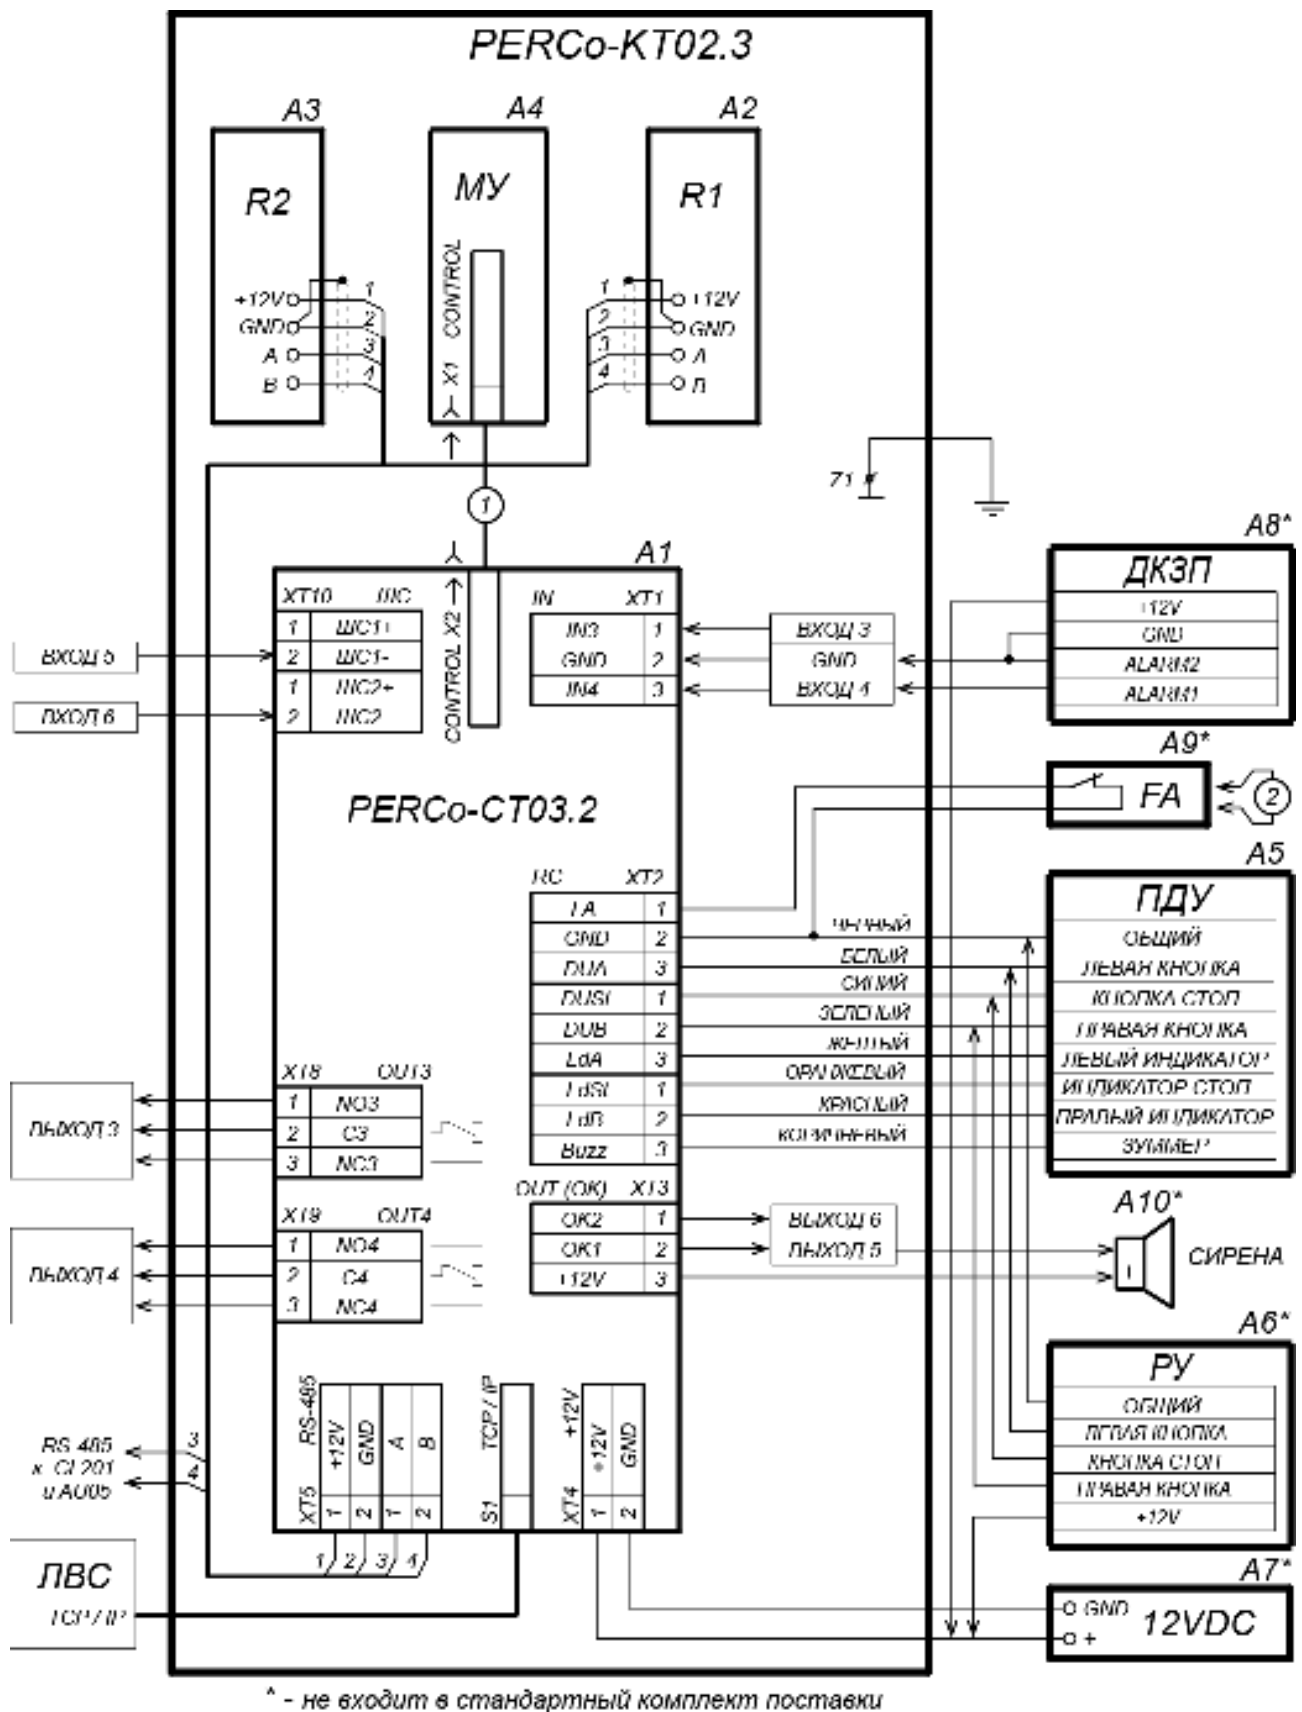

Рисунок 12. Схема подключения ЭП и дополнительного оборудования
Расположение клеммных колодок на нижней плате контроллера ЭП показано на рис. 5, назначение контактов клеммных колодок указано в табл. 1. Схема подключения приведена на рис. 12. Используемые при подключении типы кабелей указаны в табл. 4. При монтаже ЭП придерживайтесь следующей последовательности действий:
10. Подключите кабель питания (12) к клеммной колодке **ХТ4** на нижней плате контроллера согласно схеме, приведенной на рис. 12.
позиционные обозначения A1-A4 и Z – указаны на рис.12
11. Подключите кабель (10) ПДУ (9) к клеммной колодке **ХТ2** согласно схеме, приведенной на рис. 12.
12. Подключите, при необходимости, кабели от других устройств к соответствующим клеммным колодкам нижней платы контроллера согласно схеме, приведенной на рис. 12.